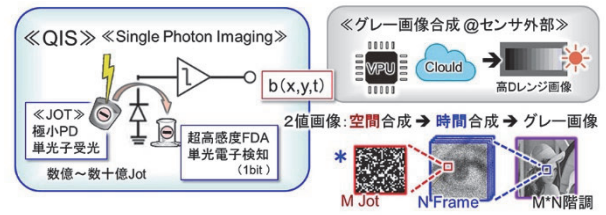

図 8 : QIS : Quanta Image Sensor
## § 4-2 : QIS : Quanta Image Sensor (図 8)
- 複数の Jot (仮に M 個) で, 通常の 1 画素分を構成する (図 8)。
- # グレー画像合成 → M \* N 階調 (図 8)